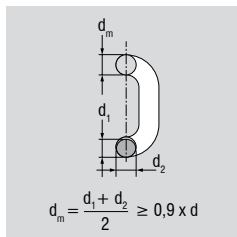

Fig. 11: Reducering af kædeleddets tykkelse
- Reducering af kædeleddets tykkelse på et vilkårligt sted i midten med >10 % (Fig. 11)